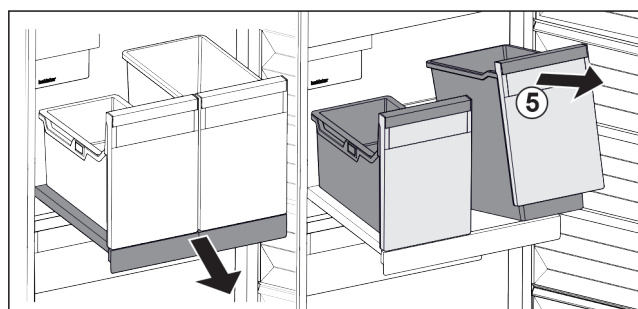

Fig. 80
- Lyft behållaren Fig. 80 (5) framtill.